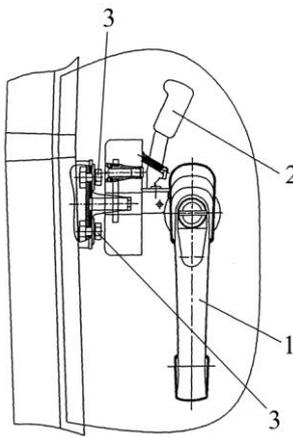
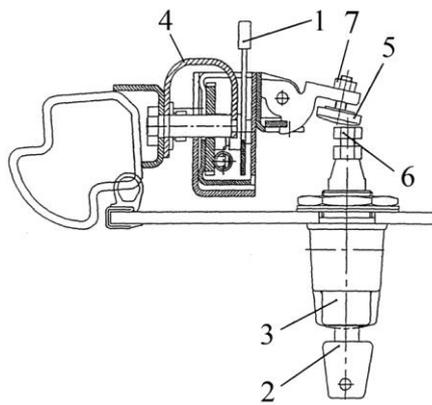

Рис.4.8 – Замок двери (вид снаружи кабины)
Рис.4.9 – Замок двери (вид сверху)
- снять кабину кран-балкой грузоподъемностью не менее 1000 кг, используя для зацепления три рым-болта М16, которые установлены на верхней поверхности крыши в местах «А» (рисунок 4.9).
Снаружи дверь кабины отпирается нажатием на кнопку 3 ручки (рисунок 4.9). Изнутри кабина отпирается поворотом рукоятки 2 (рисунок 4.8) замка. Замок двери блокируется только изнутри кабины приведением захвата 1 (рисунок 4.9) в верхнее положение при закрытой двери. Снаружи дверь открывается поворотом ключа 2 на 180° и нажатием кнопки 3. Чтобы заблокировать дверь снаружи, необходимо повернуть ключ 2 на 180° в противоположную сторону.
- отрегулировать положение зацепа 4 (рисунок 4.9) ослабив болты 3 (рисунок 4.8), перемещением зацепа в вертикальной плоскости добиться оптимального положения по высоте по отношению к замку. В горизонтальной плоскости, удаляя или приближая зацеп к замку, отрегулировать прилегание двери к дверному проему (не должно быть щелей между уплотнителем двери и дверным проемом);
При развороте толкателя 6 (рисунок 4.9) вместе с ключом 2 на 180° (перевод запорного устройства двери в положение "Открыто" или "Закрыто") не допускается